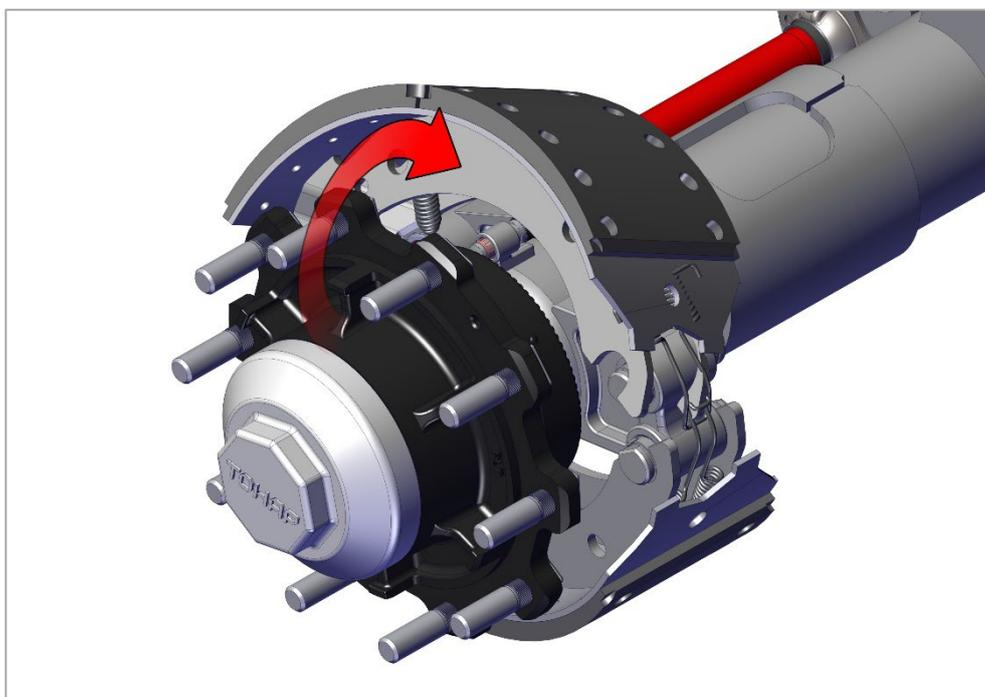

Рис. 25. Снятие тормозной колодки.
4) Наклоните верхнюю тормозную колодку над кулачком и осью моста и снимите её, как показано на рис. 25.